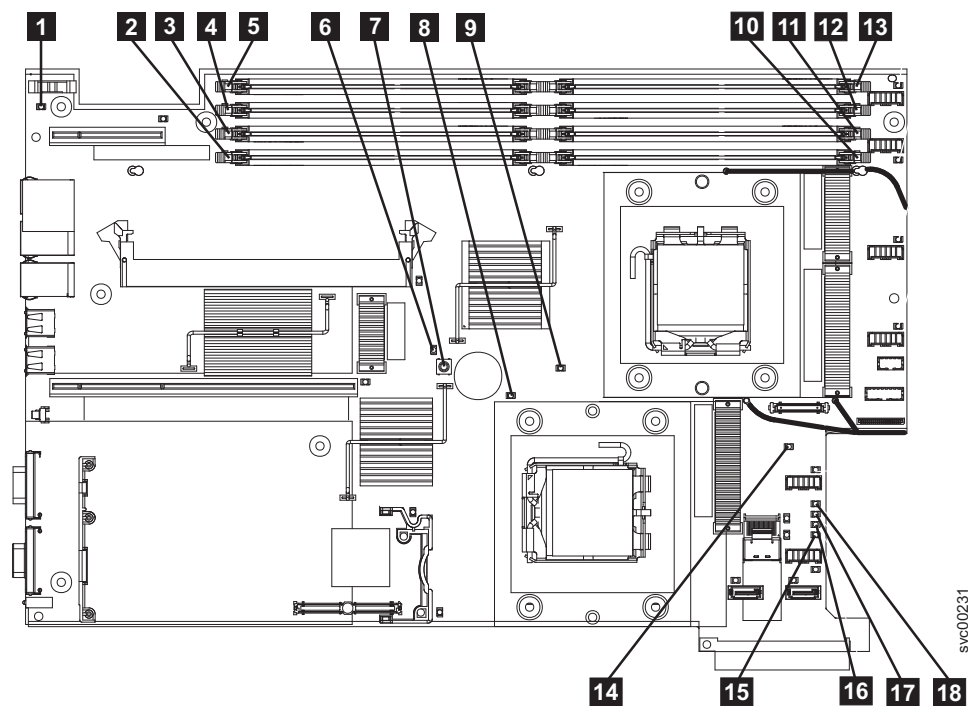

図 99. SAN ポリウム・コントローラー 2145-8G4 システム・ボード LED
はい 346 ページの表 62 を参照して、特定のライト・バス診断 LED 用に指定されたアクションを実行します。その後、ステップ 3 (347 ページ) に進みます。アクションによっては、システム・ボード上の LED 状態を監視している必要があります。345 ページの図 99 は、システム・ボード LED の位置を示しています。ファン LED はそれぞれのファンに隣接して配置されています。必要な LED を表示するには以下を行います。
- d. ライト・バス診断ボタン (345 ページの図 99 の **7**) を押します。